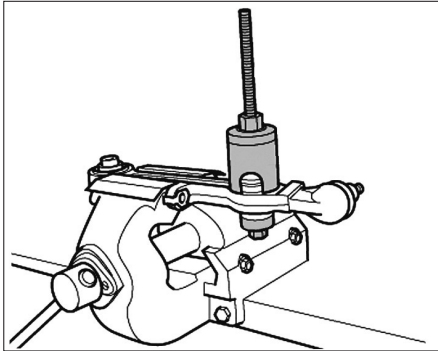

Fig. 21
- Reposer le palier neuf en utilisant un lubrifiant léger du type G294 421 A1 dilué avec de l'eau dans un rapport de 1 % pour l'emmanchement (Fig.21).